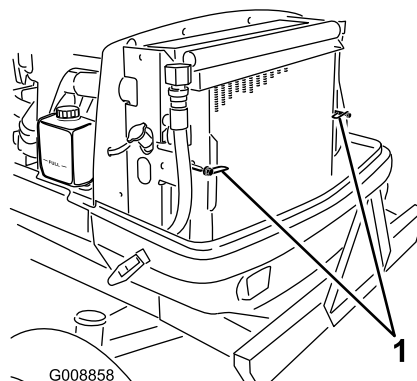

図 78
3. ラッチを解除してオイルクーラをフレームから外す 図 78。